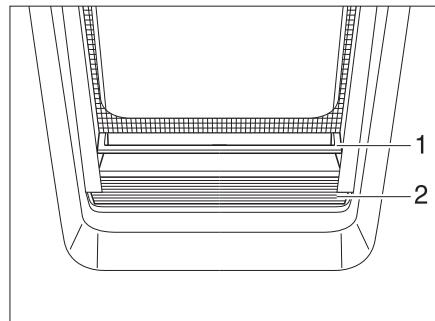

Fig. 26 Tendina oscurante pieghevole
*Chiusura:* ■ Afferrare la tendina oscurante pieghevole (Fig. 26,2) al centro della maniglia (Fig. 26,1), tirarla dal basso verso l'alto e rilasciarla all'altezza desiderata. La tendina oscurante pieghevole rimane a questa altezza.